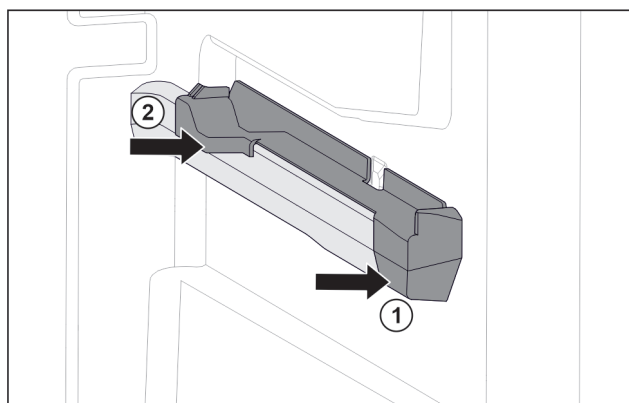

Fig. 34 Element nasadzany na prawym żebrze pojemnika
- ▶ Umieścić element nasadzany z przodu na żebrze pojemnika. Fig. 34 (1)
- ▶ Docisnąć element nasadzany z tyłu. Fig. 34 (2)